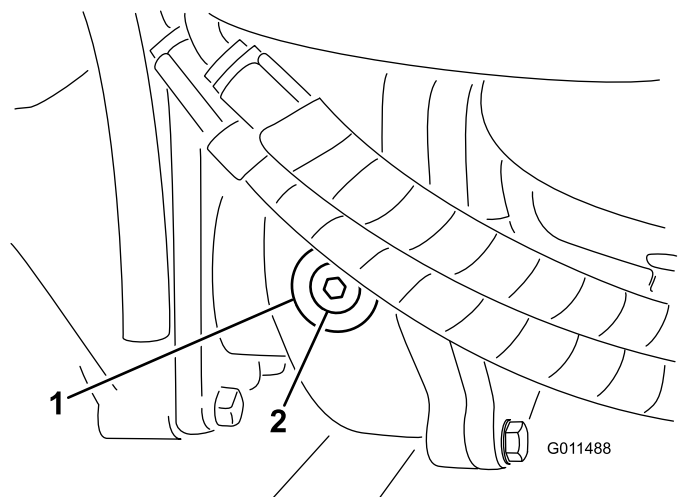

Bild 98
- Entfernen Sie die Prüf-/Füllschraube an der linken Getriebeseite (**Bild 98**) und stellen sicher, dass der Schmierstoff die Unterseite des Lochs erreicht. Füllen Sie bei einem niedrigen Stand genug Schmiermittel auf, um den Stand bis an die Unterseite des Lochs anzuheben.